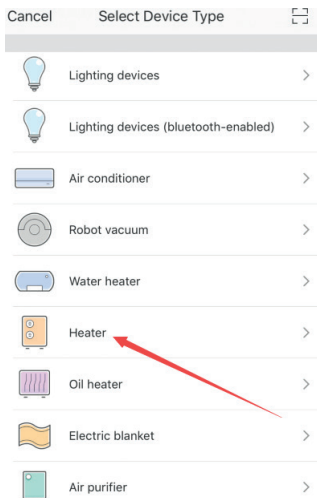

imagen 2
- A. Seleccione “Calentador”, como se muestra en la imagen 2.